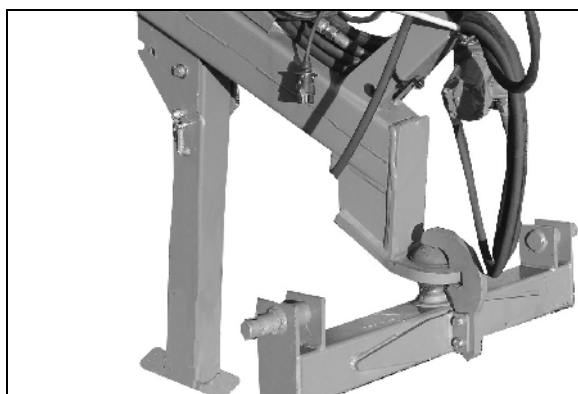

Рис. 76
- При отцепленном агрегате опора опущена (Рис. 76).